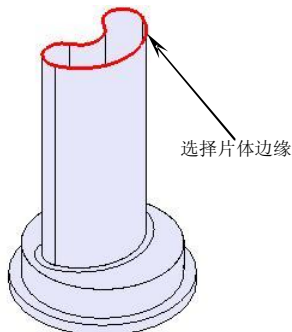
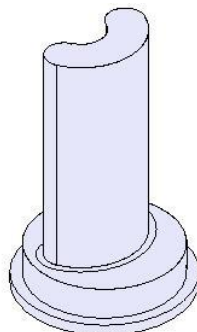

图7-12
图7-13
7. 使用【有界平面】功能，选择如图 7-12 所示的片体边缘创建有界平面，结果如图 7-13 所示。